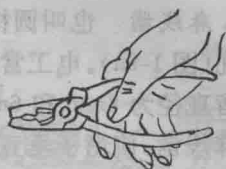

图 1-7 钢丝钳的握法
2. 使用方法:使用时的握法如图 1-7 所示,钳口可用于弯绞或钳夹导线线头;齿口可用于固紧或起松螺母;刀口可用于剪切导线或剖切软导线绝缘层;铡口可用来铡切电线线芯和钢丝、铅丝等。